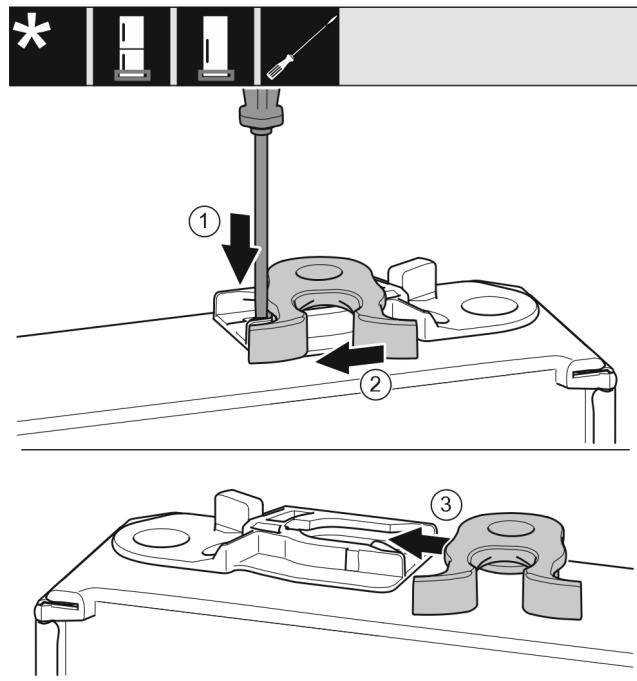

Fig. 40 \*
- ▶ 用带槽螺丝刀向下按住接片 Fig. 40 (1)。\*
- ▶ 将锁钩 Fig. 40 (2)从导向装置拉出。\*
- ▶ 将另一侧的锁钩 Fig. 40 (3)推入导向装置。\*